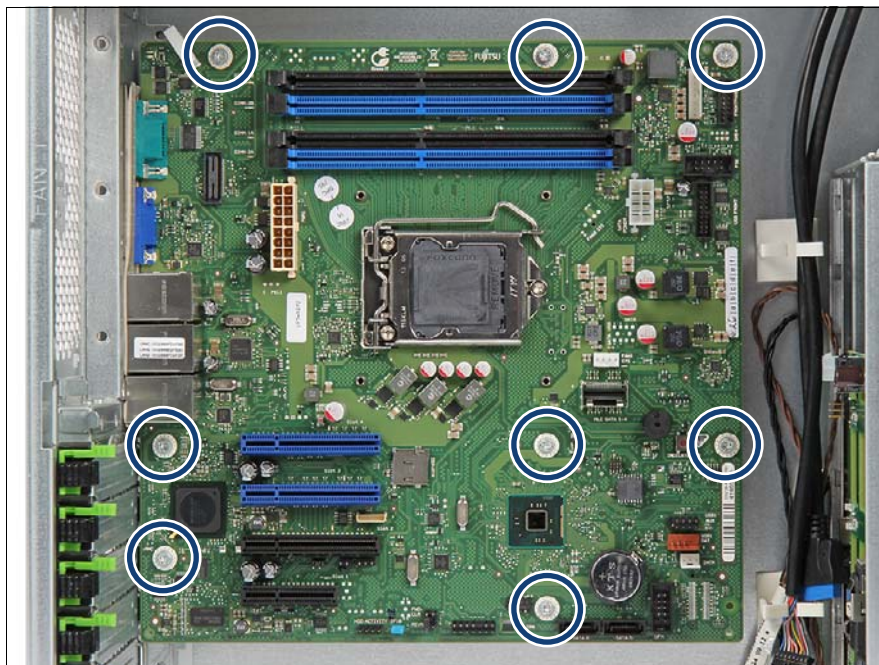

図 191: システムボードをネジで固定する
- ▶ システムボードを慎重にセンタリングボルトに降ろします (C)。システムボードが両方のセンタリングボルトに正しく固定されていることを確認します。
- ▶ システムボードを 8 本のネジで固定します (308 ページ の図 191 の丸で囲んだ部分を参照)。